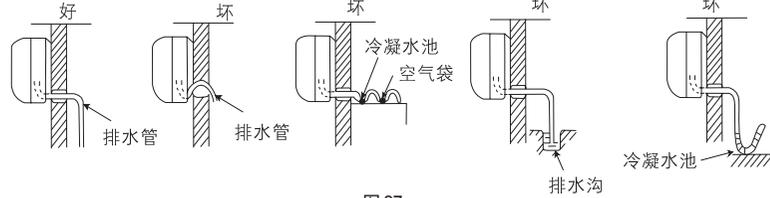

图27
- 用附件⑭排水管与室内机组的出水管连接起来。
- 如要使冷凝水流得舒畅,排水管应倾斜少许,如图27所示。